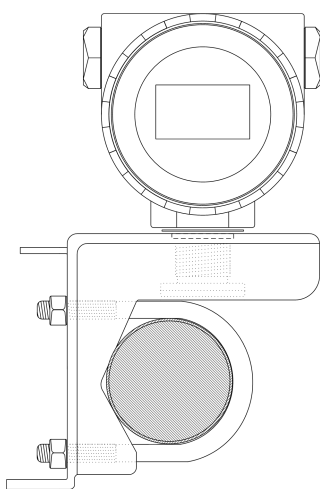
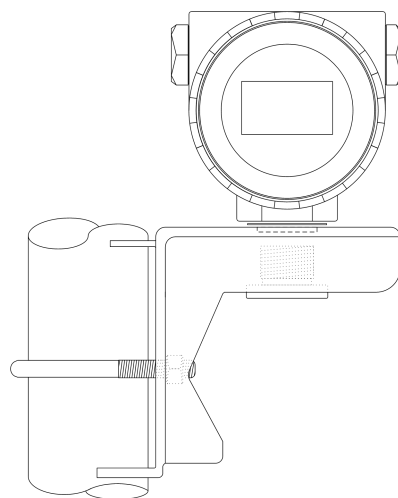

图 2.2 弯支架管装 1
图 2.4 弯支架管装 2
**弯支架管装**的典型安装方式如图 2.2、图 2.4 所示。用所提供的密封接头（组件 16）将变送器固定于管装弯支架上，再通过 U 型螺栓将管装弯支架固定于  $\Phi 50\text{mm}$  左右的安装管上。